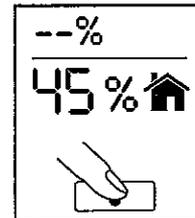

Fig. 24
- Pour remettre la fonction humidification sous tension, pressez de nouveau la touche de l'humidistat (fig. 24). Le «fonctionnement continu» reprendra automatiquement. Réglez le niveau d'humidité désiré ou laissez-le à ce mode.